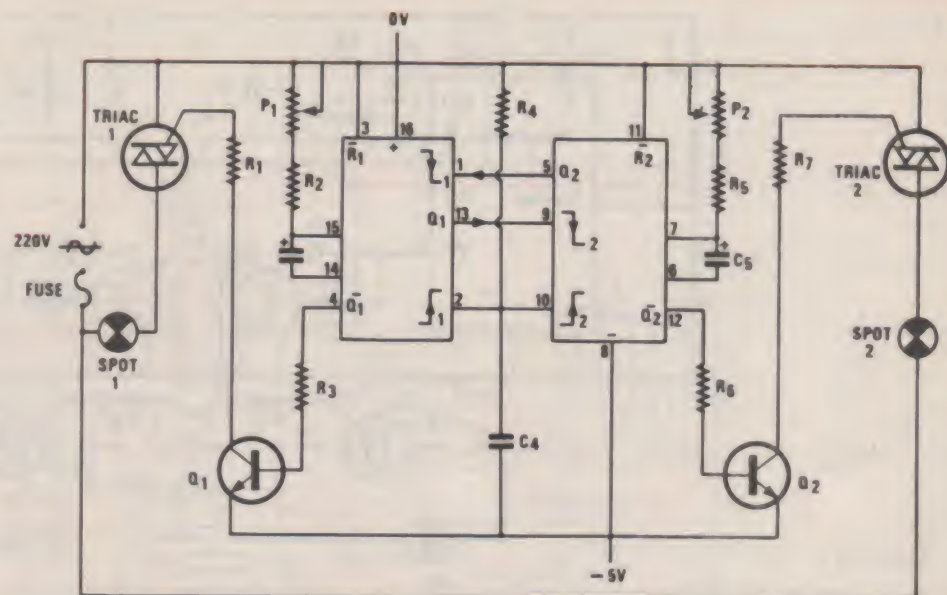

Figure 2
C'est la **figure 2**. Pourquoi utiliser deux monostables et non un multivibrateur astable ? Pour permettre le maximum de souplesse au potentiomètre de durée de chaque spot. En effet, les astables (oscillateurs) en circuits intégrés, ont l'inconvénient pour notre application de voir leur vitesse se régler globalement par un seul potentiomètre. Ceci nous en interdisait l'usage. Le monostable ou univibrateur, est un système qui délivre une impulsion calibrée (par son réseau RC) quand on le déclenche. Les Américains l'ont baptisé ONE-SHOT, en français « ne tire qu'un coup », les lecteurs apprécieront. Les techniques digitales proposent des boîtiers très souples d'emploi (moins drôles à implanter sur circuit), qui permettent le déclenchement sur un front montant ou sur un front descendant du créneau d'attaque. Pour faire un système oscillant, il faut donc relier la sortie directe (Q) d'un mono à l'entrée descendante du second, puis le Q du second à l'entrée descendante du premier. Ainsi, si l'on suppose que la mise sous tension fait partir le premier mono, on comprend que le second ne partira à son tour qu'à la retombée de la sortie du premier. Pardon pour ce texte, la figure est plus simple à lire. A ce propos, on y remarque les éléments R4 et C4 qui sont reliés aux entrées montantes de déclenchement. C'est une sage précaution destinée à assurer le départ du système. On